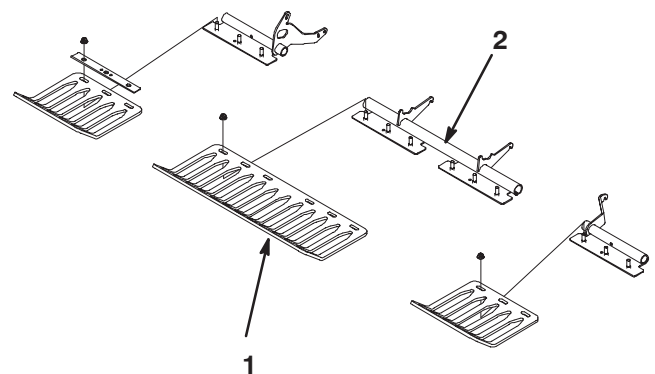

Figure 24
3. Montez les protège-gazon sur leurs supports au moyen de (4) fixations et (12) écrous à collerette (Fig. 24). Ne serrez pas les fixations.
Remarque : Les fixations et les écrous à collerette des protège-gazon sont fixés aux supports de protège-gazon pour l'expédition (Fig. 24).